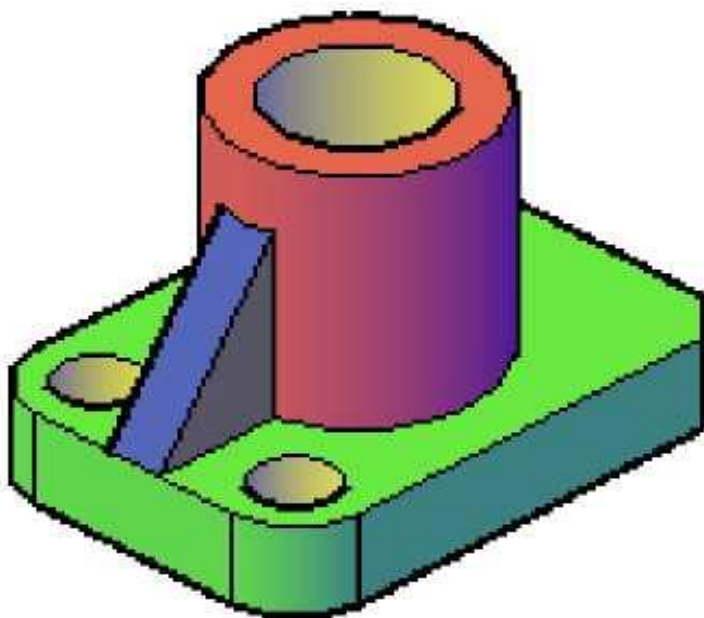

Рис. 36 – Пример визуализации комбинированного тела
13. **Визуализация комбинированного тела.** **Вид** → **Концептуальный**; для визуализации модели можно отдельные элементы выделить разным цветом (рис. 36).